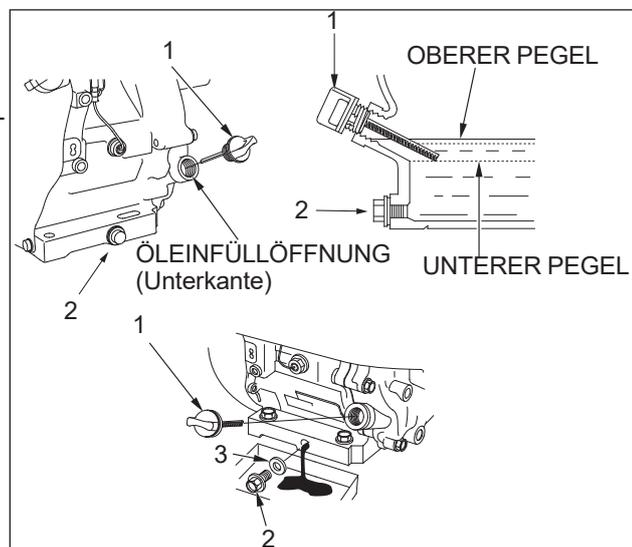

Bild 12
- Lassen Sie den Motor 10 Minuten abkühlen, bevor Sie den Ölstand kontrollieren. Stellen Sie die Maschine auf eine ebene Fläche. Schrauben Sie den Ölpeilstab (Abb. 1 Bild 12) heraus, wischen Sie das Öl ab und stecken Sie den Ölpeilstab wieder herein (nicht hineinschrauben). Der Ölstand muss zwischen den beiden Markierungen sein.